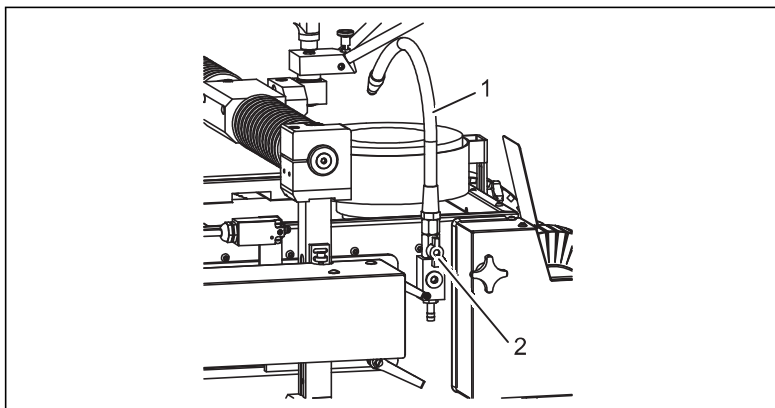

Bild 8.3 – Kühlwasserzufuhr
- 1 Prüfen, dass an der Kühlwasserzufuhr das Ventil geöffnet ist (siehe Bild 8.3 –Kühlwasserzufuhr, Pos.2).